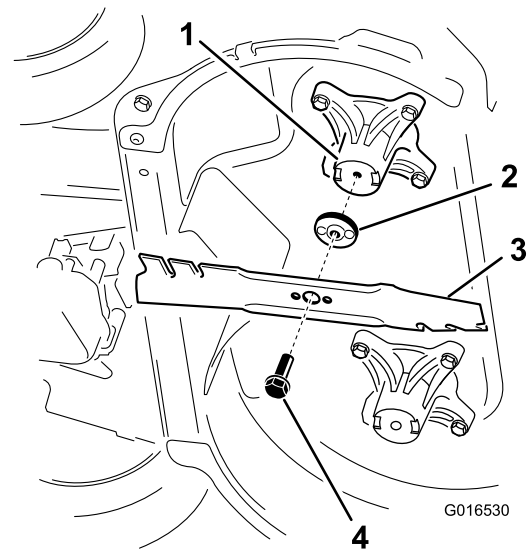

Figura 39
2. Retire cada cuchilla, según se muestra en Figura 39.
1. Instale la primera cuchilla en posición horizontal, junto con todos los herrajes de montaje, según se muestra en Figura 39.